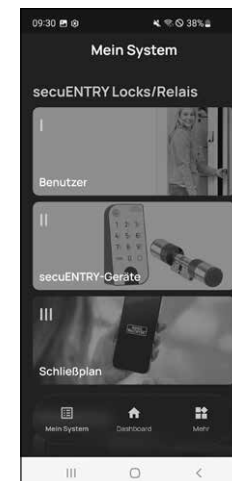

Fig. 8
- 8 Vuelva al menú «*Mi sistema*» (Fig. 8).